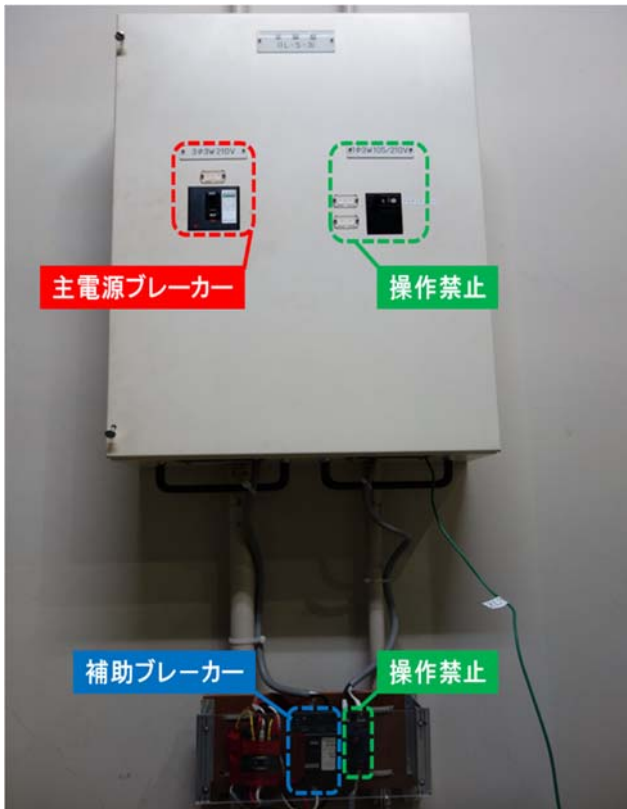

図 11 空気加熱ヒータ用分電盤
1. 空気加熱ヒータ用分電盤の主電源ブレーカーおよび補助ブレーカーを投入する (図 11)